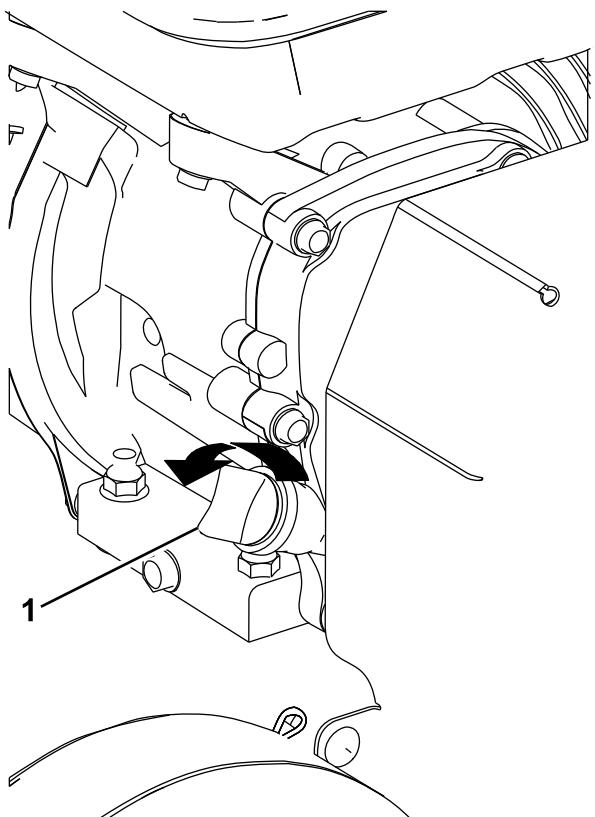

Figure 14
2. Nettoyez la surface autour de la jauge d'huile (Figure 14) pour éviter de faire tomber des impuretés dans l'orifice de remplissage, ce qui endommagerait le moteur.
3. Dévissez la jauge d'huile et essuyez soigneusement l'extrémité (Figure 14).
4. Insérez la jauge au fond du tube de remplissage. **Ne la vissez pas** (Figure 14).